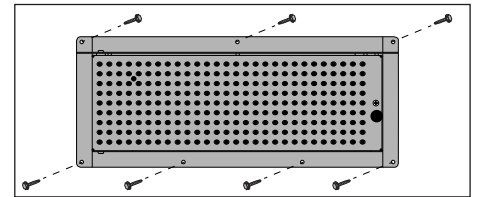

Figura 12: Pantalla sujeta en la estructura del cartel
2. Perfore las bridas delanteras del gabinete para sujetar la pantalla a la estructura de base usando accesorios apropiados para las condiciones del sitio, como se muestra en la **Figura 12**. Las demandas reales del sitio determinarán las variaciones y los métodos apropiados de montaje.